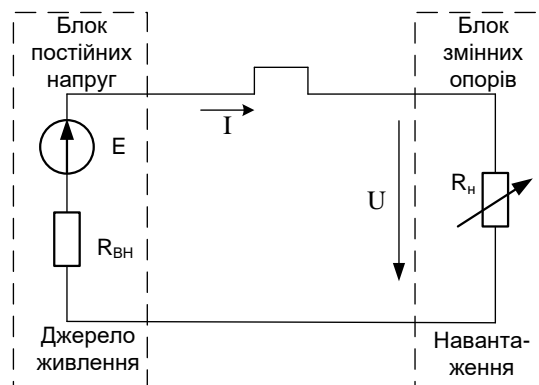

Рисунок 2.3 – Схема електричного кола за послідовного з'єднання джерела живлення E та навантаження R_H
Для дослідження характеристик наближеного до реального джерела електричної енергії використаємо наступні умовності. Будемо вважати *нерегульованим джерелом електричної енергії E* послідовне з'єднання ЕРС з величиною E_1 та резистора R_{BH} , що на принциповій схемі (рис. 2.3) позначено як *блок постійних напруг*. *Навантаженням* назвемо змінний резистор, що на принциповій схемі позначено як *Блок змінних опорів R_H* .
2.1.1. На набірному полі Multisim зібрати схему, наведену на рис. 2.3.